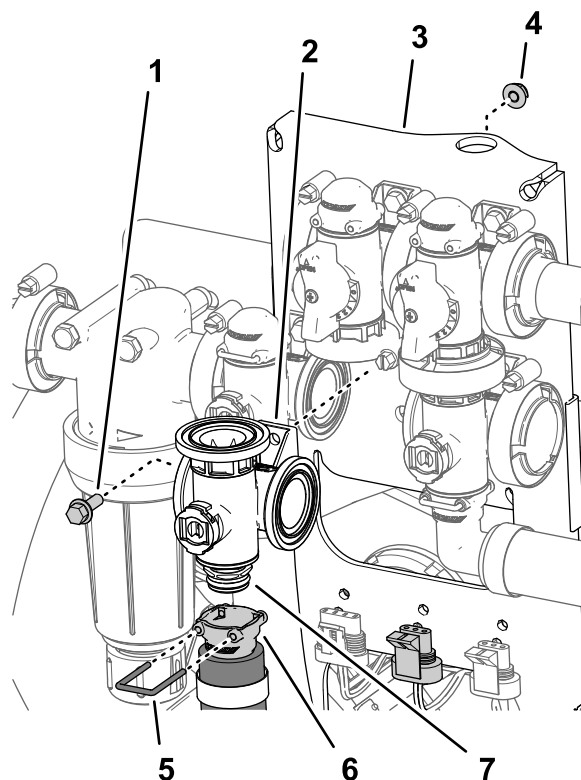

Рисунок 113
2. Снимите держатель, который крепит быстроразъемное гнездо к быстроразъемной муфте коллектора клапана перемешивания (Рисунок 113).
3. Отверните болт с фланцевой головкой ($\frac{1}{4} \times \frac{3}{4}$ дюйма) и фланцевую контргайку ($\frac{1}{4}$ дюйма), с помощью которых клапан перемешивания присоединяется к опоре крепления клапанов, и снимите коллектор клапана с машины (Рисунок 113).